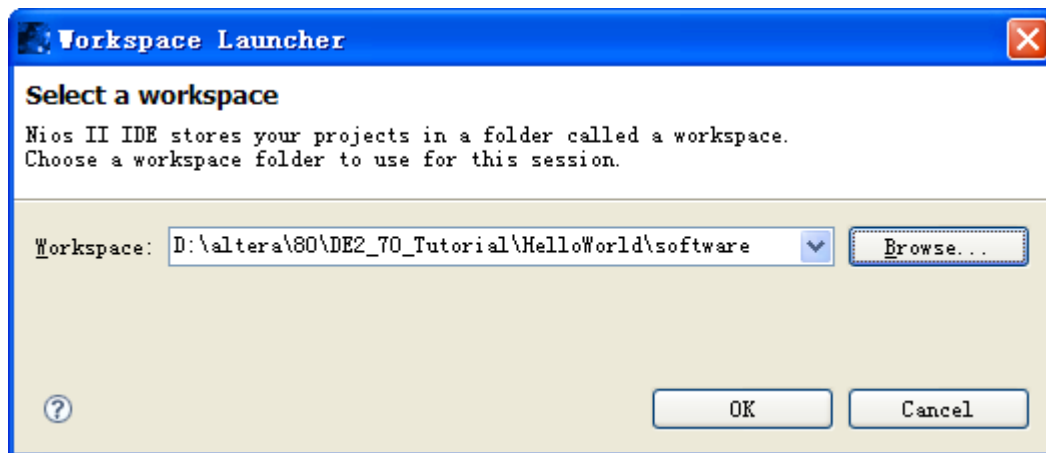

图 6-10 工作区选择
14. 打开 NIOS II IDE 软件。第一次打开的时候会提示选择工作空间。也可在程序打开后选择菜单栏 File -> Switch Workspace...以选择一个合适的工作空间。如果仅仅在一台电脑上做开发，选择默认工作空间即可，但如果需要经常移动开发平台，最好还是保存到工程目录下，和软件源码放在一起。这里我们选择..\HelloWorld\Software，如图 6-10 所示。